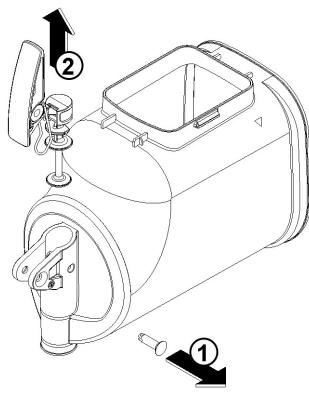

figure 8
- 5** Démonter le robinet dans la séquence indiquée (voir figure 8).
3 Remonter le robinet sur la cuve en effectuant les opérations de la Figure 8 en sens inverse par rapport au montage (voir figure 8).